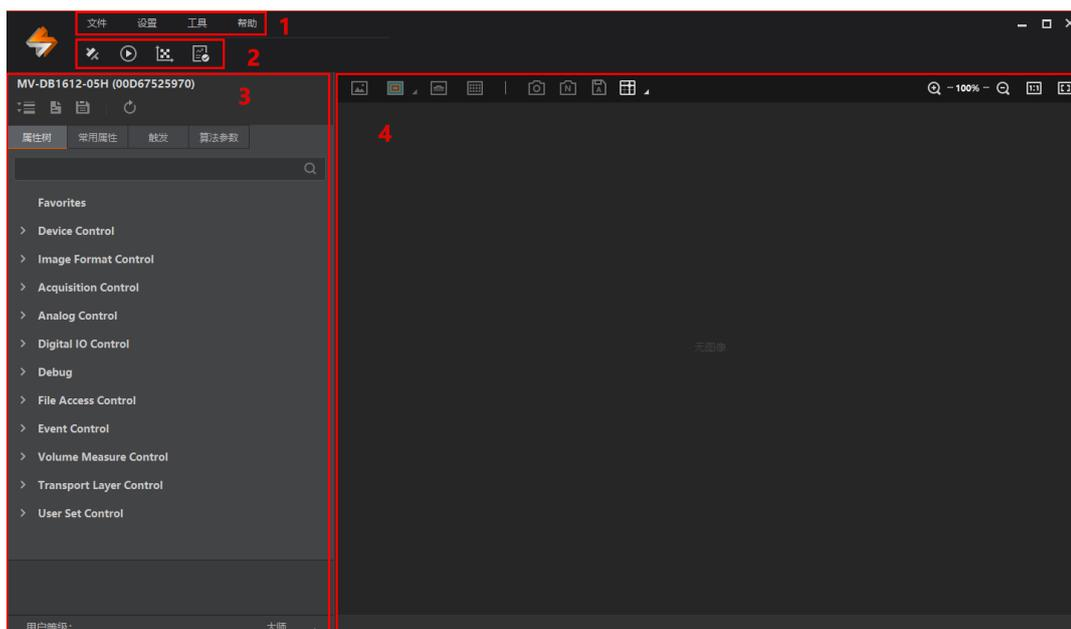

图2-6 3DMVS 客户端主界面
5. 连接设备后，客户端主界面如图 2-6 所示，各区域的介绍请见表 2-1。